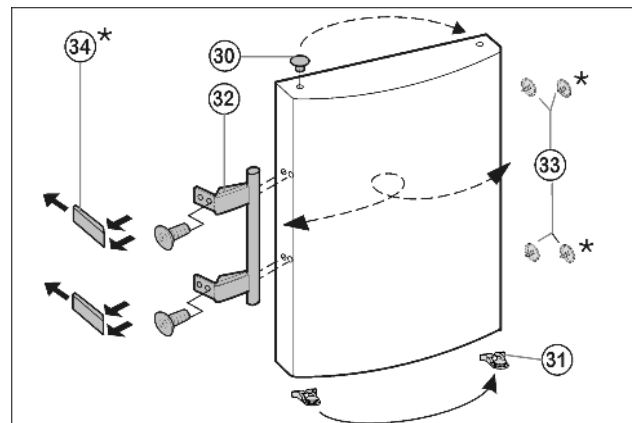

Fig. 7
- ▶ Wyciągnąć wkładkę Fig. 7 (33) z zawiasu drzwi i przenieść na drugą stronę.
- ▶ Zdemontować uchwyt drzwi Fig. 7 (32), zatyczki Fig. 7 (33) oraz płytki dociskowe* Fig. 7 (34) i przenieść je na przeciwną stronę.